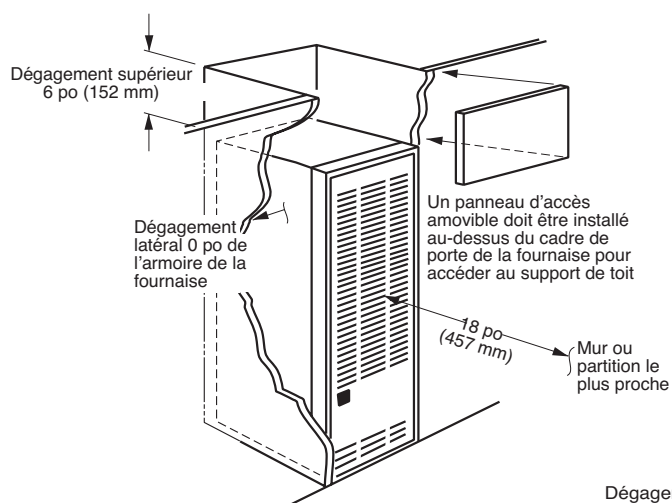
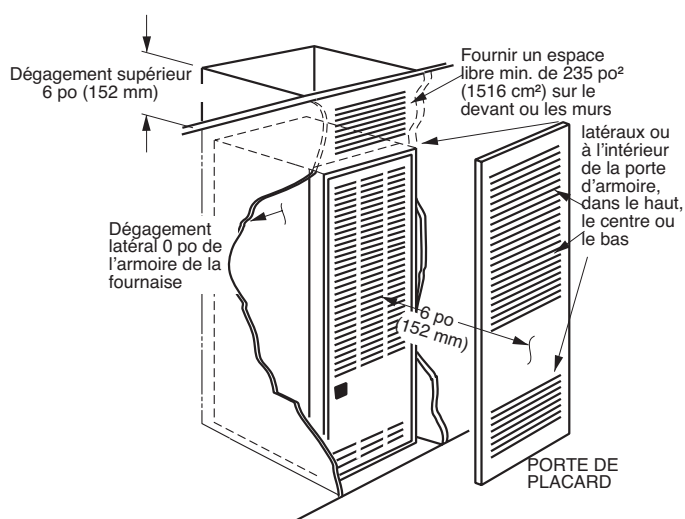
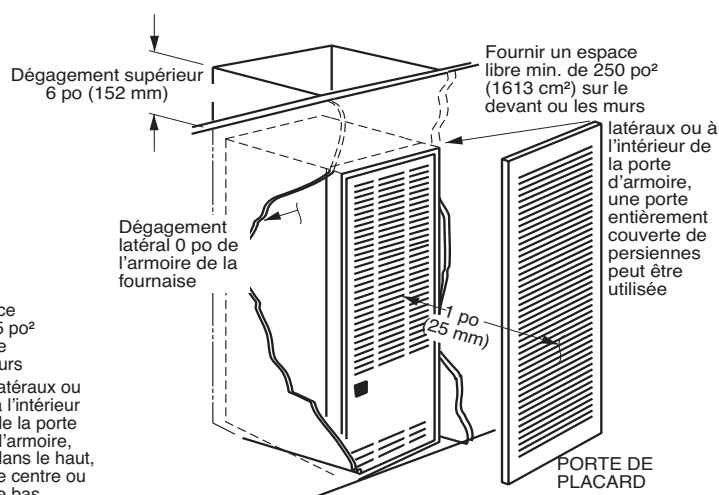

Figure 1. Installation dans une alcôve
Figure 2. Installation dans un placard
Figure 3. Dégagement spécial de 2,5 cm
Cet appareil de chauffage doit être installé avec un dégagement au moins égal aux minimums spécifiés dans le Tableau 1. Cette fournaise doit être installée avec un dégagement amplement suffisant pour permettre un accès facile au filtre à air, à l'ensemble du souffleur, à l'ensemble du brûleur, aux commandes et aux branchements d'aération. Consultez la Figure 1, la Figure 2 et la Figure 3.
- Les dimensions de la pièce ou de l'alcôve doivent convenir à la taille complète des dégagements de la fournaise et de l'installation spécifiés dans le et dans le Tableau 1 et dans la Figure 1.